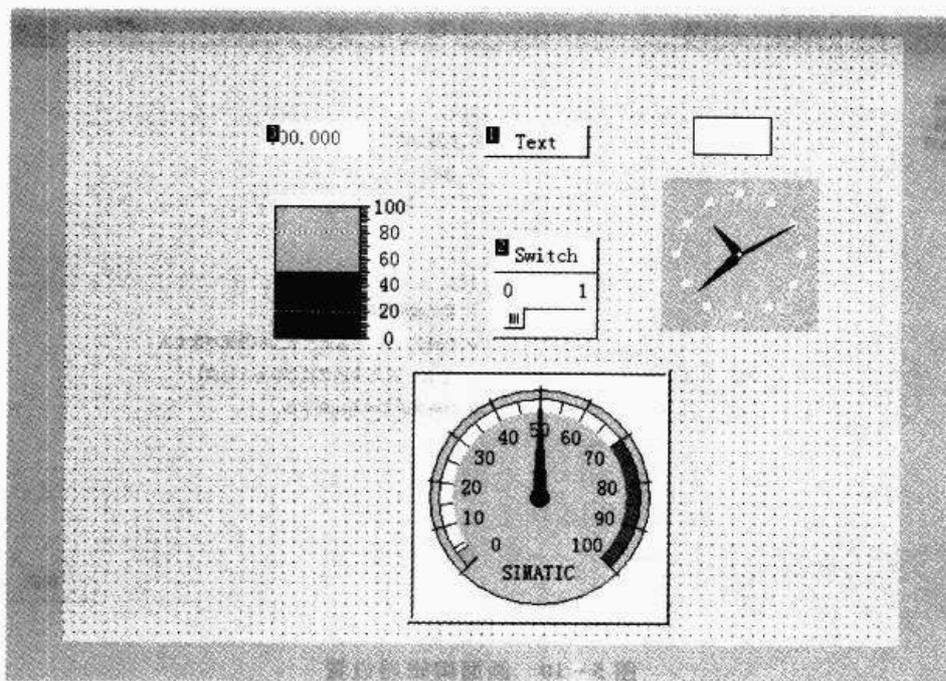

图 5-11 Tab 顺序
- 将某些画面对象排除在 Tab 顺序之外:从 Tab 顺序中排除的操作元素不能在运行项目时通过 Tab 键访问。要将画面对象从 Tab 顺序中排除,按下 Shift 键并单击相关的对象,Tab 顺序号将从画面对象上消失。当该画面对象从 Tab 顺序中排除时,系统会自动将后面的 Tab 顺序号减一。Tab 顺序如图 5-11 所示。